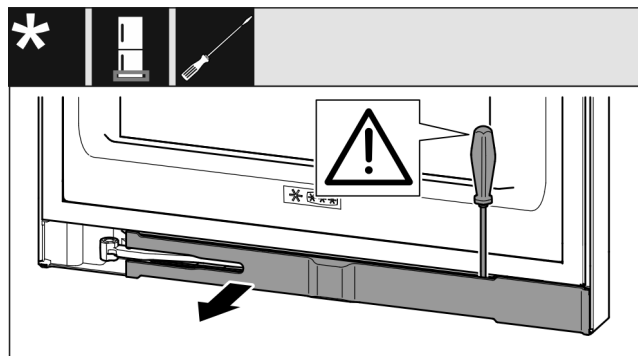

Fig. 11
- Deblocați masca cu șurubelnița plată și pivotați-o în lateral Fig. 11 ().